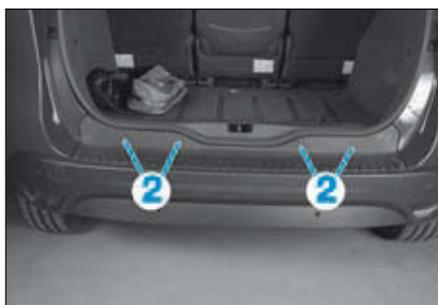

FIG.102
- les vis supérieures (2) (Fig.102).